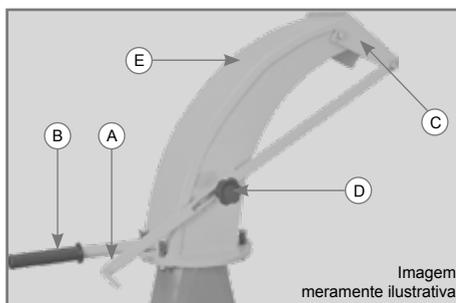

Figura 9
A bica de saída possui regulagem de direcionamento do quebra jato (C) e giro de 360°, para realizar a regulagem, siga as instruções a seguir, conforme Figura 9: